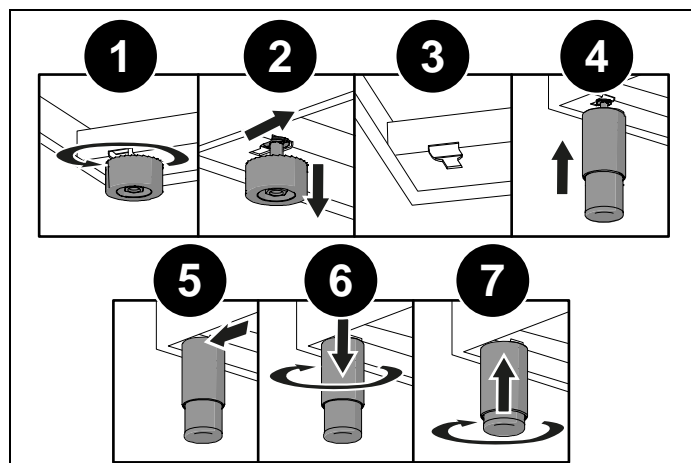

Fig. 5
- Montera bort stöden (1 och 2, Fig. 5),
- För in stödbenen i de brickförsedda hålen i den undre delen av apparaten (3 och 4, Fig. 5),
- Skruva fast stödbenen tills de är fast förankrade i basen (5 och 6, Fig. 5),
Reglera till korrekt höjd på stödbenen (7, Fig. 5).
När apparaten sänks ner, undvik att forcera stödbenen (Fig. 5). Använd ett mellanlägg på basen eller en lastpall för att undvika att luta spisen.